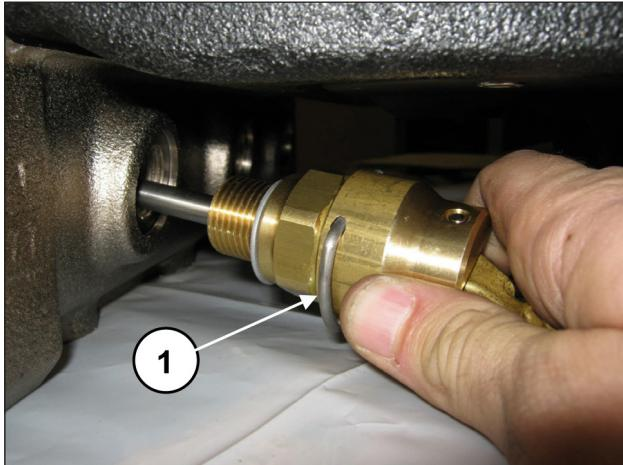
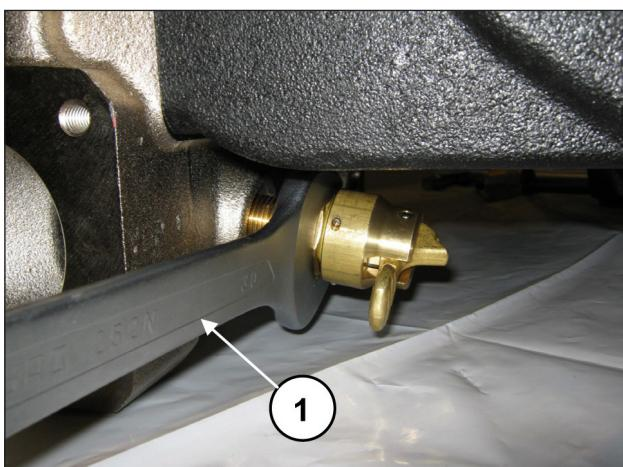

Fig. 166
Fig. 167
Aplique os dispositivos de abertura das válvulas (pos. ①, Fig. 166) e aperte-os mediante chave de 30 mm (pos. ①, Fig. 167).